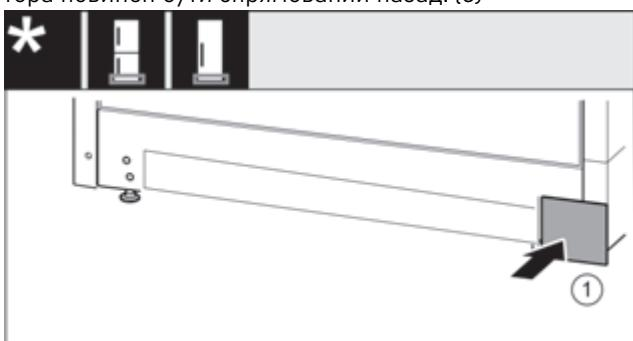

Fig. 37
- ▶ Знову одягніти кришку з іншого боку. Fig. 37 (1)